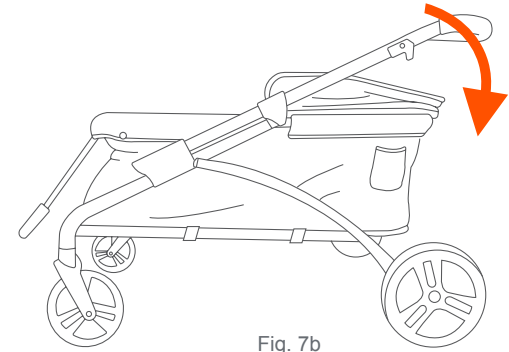

Fig. 7b
- Asegúrese de usar el pestillo de pliegue para trabar bien el armazón del vagón (Fig. 7b).